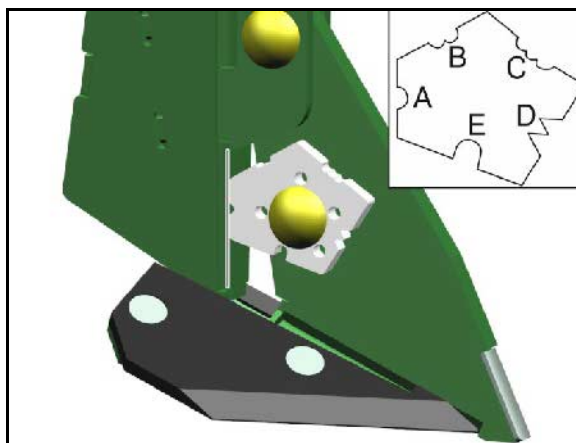

Fig. 87
2. Desserrez l'écrou à ailettes (Fig. 87/2).
3. Réglez la hauteur du capteur de niveau de remplissage (Fig. 87/1) en fonction de la quantité de semences résiduelle souhaitée.
4. Serrez à fond l'écrou à ailettes (Fig. 87/2).
Montez le capteur de niveau de remplissage de manière conforme (Fig. 87) !